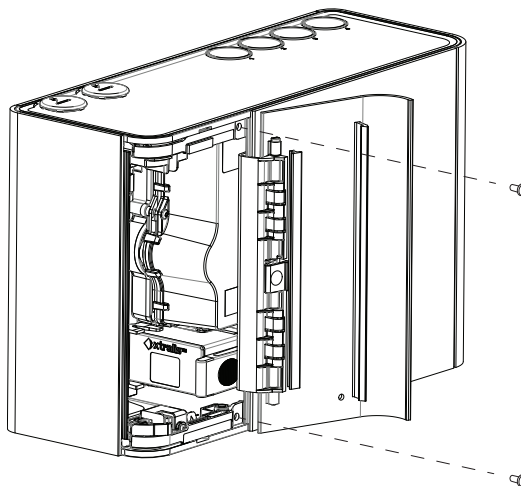

Figure 7-8: Retrait de la face avant - retirer les vis
1. Retirez les deux vis sur le côté de la charnière de porte, tel qu'indiqué dans la Figure 7-8.